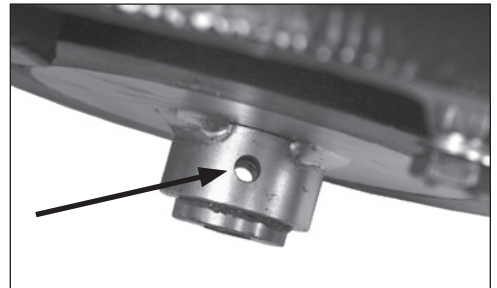

FIG. 2
1. Aligner le trou de moyeu de la roue avec le trou d'essieu (Figure 2).